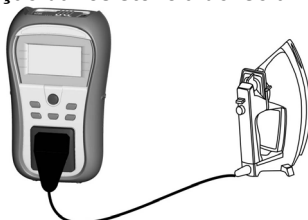

Figura 5.8: Medição da resistência do isolamento
- Ligue o aparelho a testar ao instrumento (ver figura 5.8).